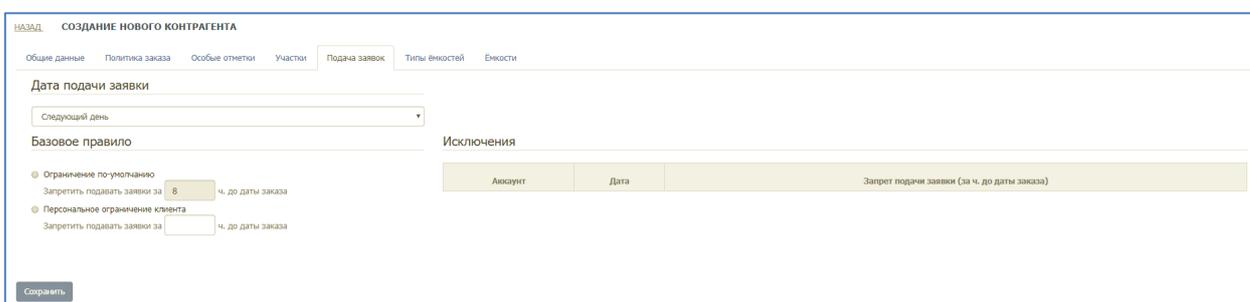

Рисунок 125. Вкладка «Поддача заявок»
- «Подача заявок» (Рисунок 125);